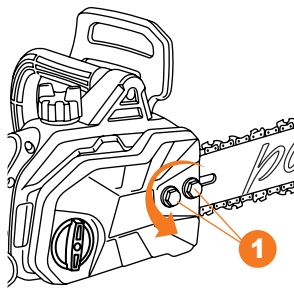

Рис. 3
1. Открутите болты фиксации **1** против часовой стрелки и снимите боковую крышку (Рис. 3).